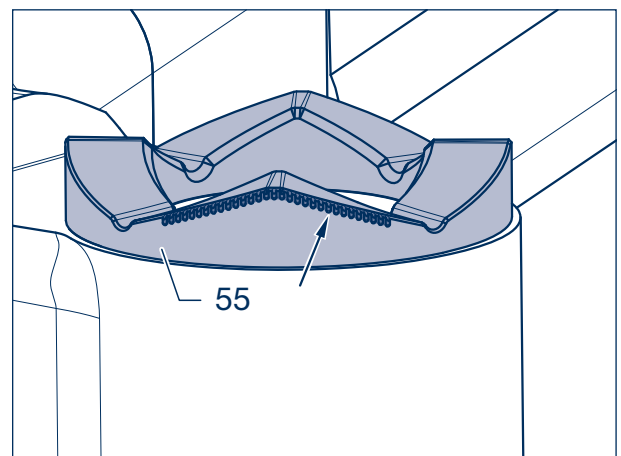

Figure 9
[20] Serrer les disques de pression (55) sur le carter de pivot (figure 9) et souder en une passe, conformément au croquis.